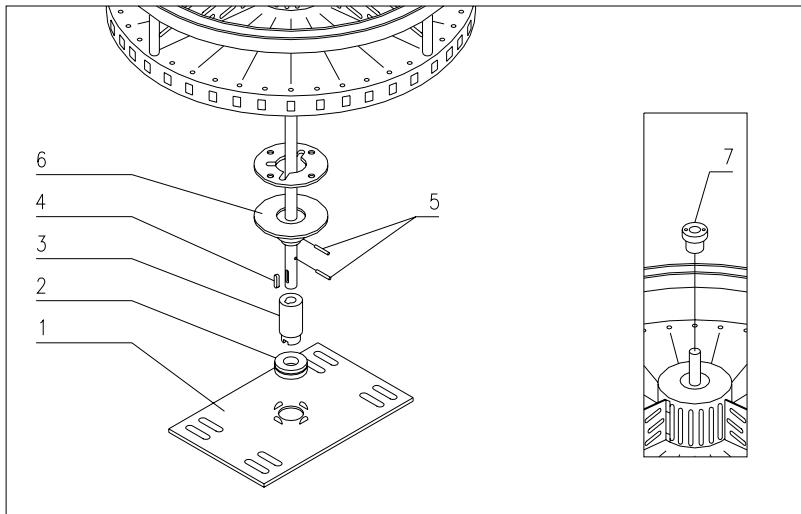

FIG. 12
- 6) Desatornillar la plancha porta cojinete y quitar todo (part. 1-2-3 FIG. 12). Marcar unos puntos de referencia alrededor de la plancha para luego colocar todo nuevamente en la posición original.
- 7) Mover la columna hacia el fondo de la máquina para que el eje de la misma salga del casquillo de plástico (part. 7 FIG. 12)
- 9) Quitar la chaveta (part. 4 FIG. 12), las espigas (part. 5 FIG. 12) que fijan los casquillos de arrastre (part. 6 FIG. 12) y sacar los discos.